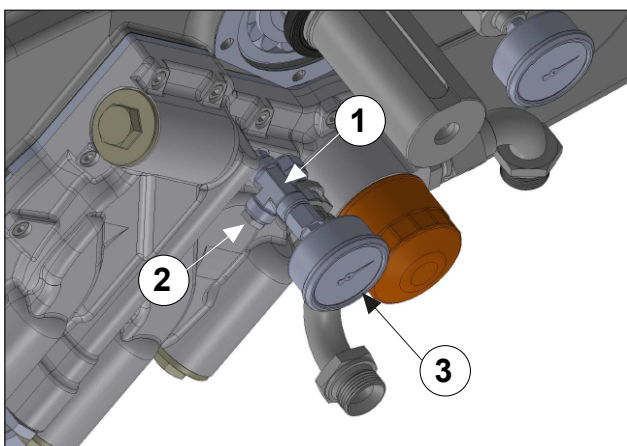

Fig. 134
Utilizar el sellador de racores LOX-EAL 53-14 o un producto similar para humedecer el empalme en T (pos. ①), el tapón (pos. ②) y el manómetro (pos. ③) Fig. 134, y efectuar el montaje.